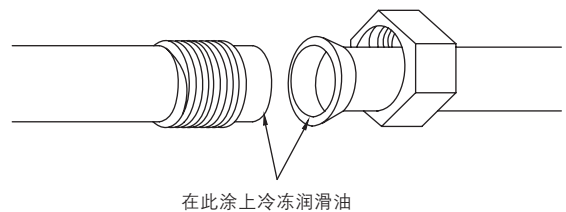

图15
2. 将机组挂在一个坚固并且水平的屋顶。如果机座不坚固将引起噪音, 振动或者泄漏 (见图 15)。建议 M8 的螺栓连接。
2. 铜管连接前确保在扩口和结合面的配合表面涂上适量的冷冻机油，以减少气体泄漏。（见图 15）